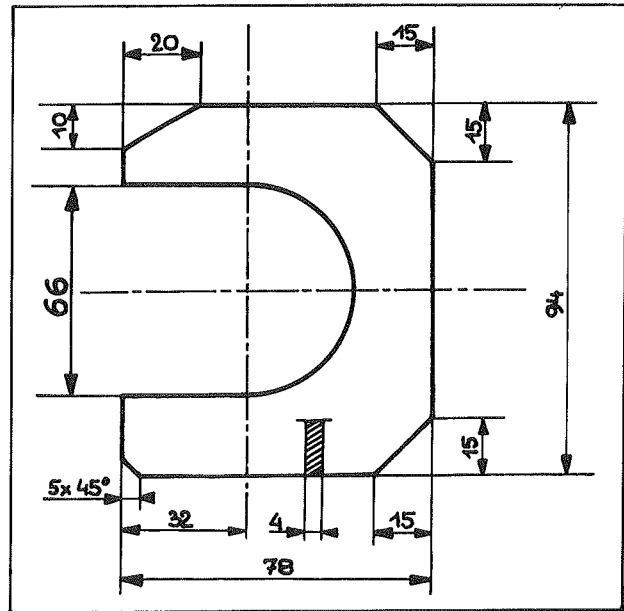

Fig. 4
- La plaque d'appui interposée entre le carter de B.V. et le pignon de 1^{re} (fig. 4 et 5).